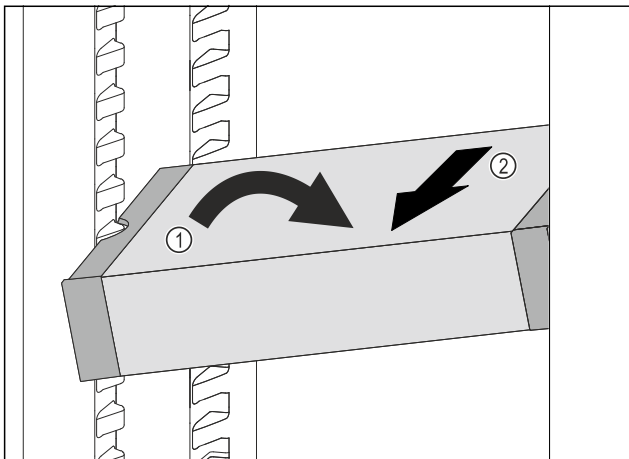

Fig. 73
- ▶ Aseta VarioSafe-vetolaatikko vinossa jääkaappiosassa. Fig. 73 (1)
- ▶ Poista VarioSafe-vetolaatikko etukautta. Fig. 73 (2)